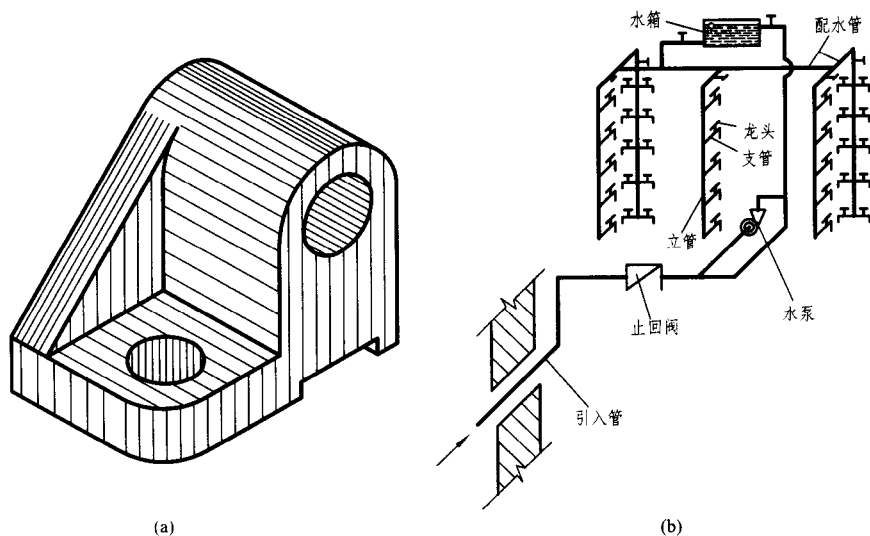

图 0-3 轴测图
(2) 轴测图。用正投影法或斜投影法绘制的空间物体的立体图称为轴测图。如图0-3(a)所示为一个箱体零件的轴测图,如图0-3(b)所示的轴测图是在建筑工程中用作辅助图样的给水系统图,这种系统图(轴测图)和平面图一起被用来表达管道的空间走向。由于